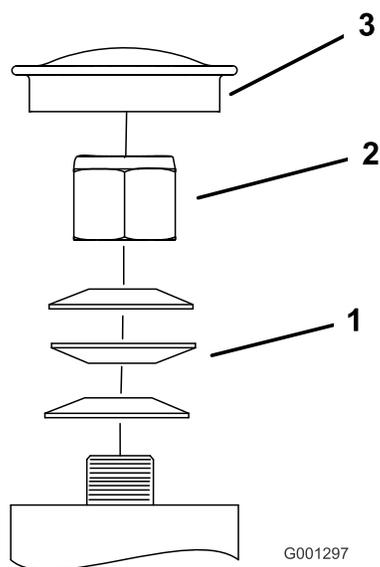

Рисунок 74
- Снимите пылезащитную крышку с поворотного колеса и затяните контргайку (Рисунок 74).
- Затягивайте контргайку до тех пор, пока пружинные шайбы не станут плоскими, и затем отверните на 1/4 оборота, чтобы правильно установить предварительную нагрузку на подшипниках (Рисунок 74).
**Внимание:** Убедитесь, что пружинные шайбы установлены правильно, как показано на Рисунок 74.
- Установите пылезащитную крышку (Рисунок 74).